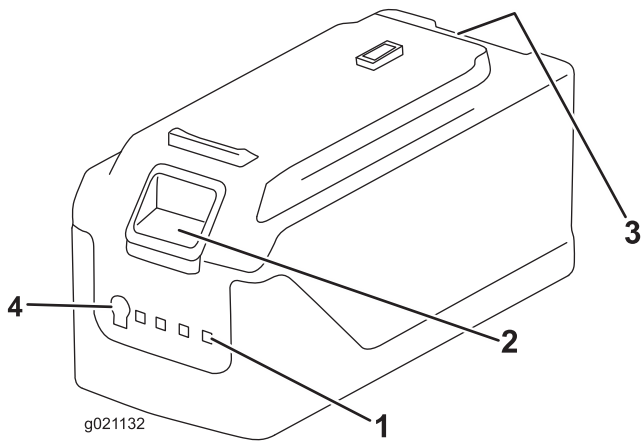

Figura 2
2. Ponga la batería boca abajo y alinee el terminal de la batería con la ranura del cargador (Figura 1 y Figura 2).